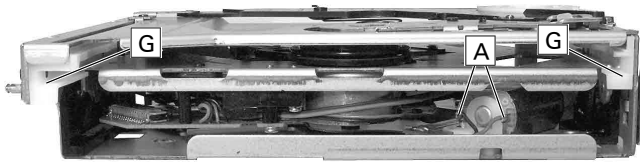

Fig. 14
- Laufwerk in die obere Position (Play) fahren (vgl. Fig. 14-17). Dazu an die Motoranschlüsse **A** (Fig. 14) eine Gleichspannung von ca. 5V anlegen.
- Kunststoffschienen **G** (Fig. 14) abnehmen.